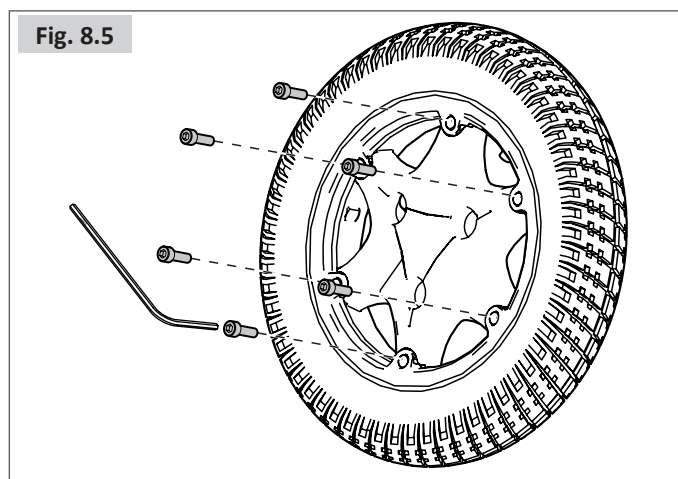

Fig. 8.5
- Il y a 6 goujons de jante à desserrer/resserrer dans l'ordre indiqué (Fig. 8.5).
- Utilisez une clé hexagonale de 5 mm pour desserrer/resserrer les goujons. (Fig. 8.5) .
- Resserrez les goujons dans l'ordre indiqué à la Fig. 8.5, en veillant à ne pas pincer la chambre à air.